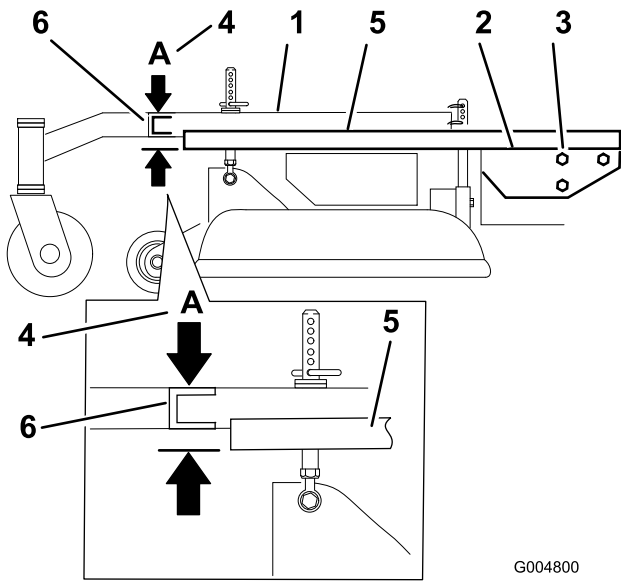

Figura 62
3. Coloque una regla larga en la parte superior de la carcasa del motor según se ilustra en la Figura 62.
4. En la ranura transversal del bastidor de tiro, mida la altura en la posición A (Figura 62).
6. Afloje los pernos de montaje del bastidor de tiro en los dos lados de la máquina (Figura 62).
7. Alinee el bastidor de tiro y la carcasa del motor para que tengan una altura de 33 mm (1-5/16 pulg.), con una tolerancia de más/menos 6 mm (1/4 pulg.) en la posición A (Figura 62).